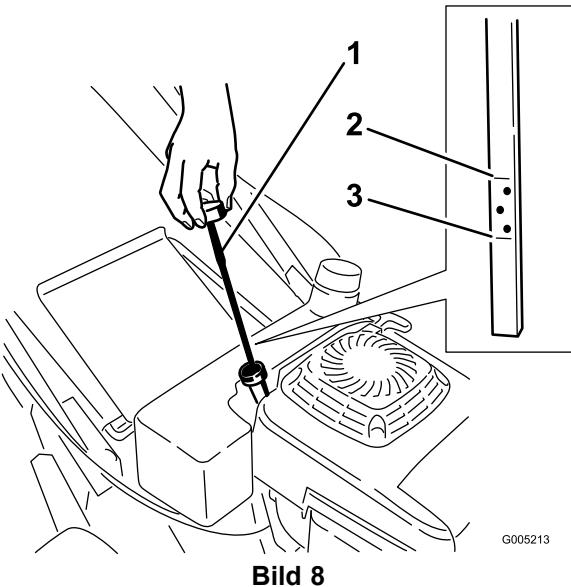

Bild 8
Stellen Sie vor jedem Einsatz sicher, dass der Ölstand zwischen den Marken Add (Nachfüllen)“ und Full (Voll)“ am Peilstab steht (Bild 8).
2. Reinigen Sie den Bereich um den Peilstab (Bild 8).
6. Nehmen Sie den Peilstab heraus und lesen Sie den Ölstand ab (Bild 8).